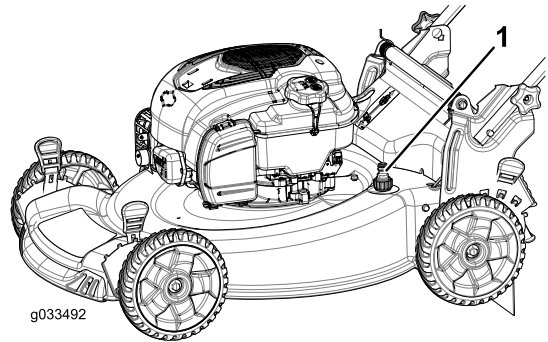

Figura 18
5. Conecte una manguera de jardín que esté conectada a un grifo al orificio de lavado (Figura 18).